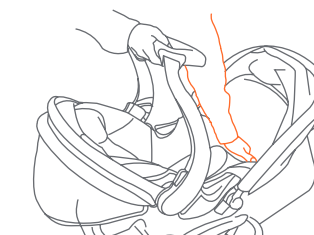

Fig. 14
- 14) •** Para retirar la Sillita para el Automóvil, apriete la manija de liberación ubicada en el extremo inferior del asiento y levante cuidadosamente la silla (Fig. 14).